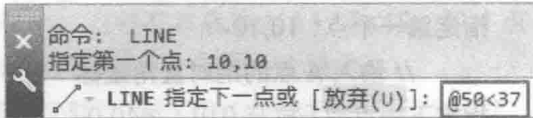

图 1-7 输入 C 点的相对极坐标
- 04 输入 C 点。A 点确定后, 就可以通过相对极坐标的方式确定 C 点。C 点位于 A 点的 37° 方向, 距离为 50 (由勾股定理可知), 因此相对极坐标为 (@50<37), 在命令行提示【指定下一点】时输入 @50<37, 即可确定 C 点, 如图 1-7 所示。